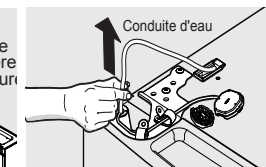

Figure 3
3. Tirez doucement sur la conduite d'eau pour la retirer de la porte. Figure 3.